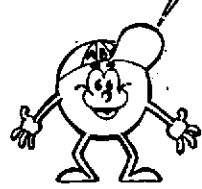

Fig.14
- FIG. 14 - Algumas representações dos blocos integrados DIGITAIS ou LÓGICOS mais comuns (existem muitos outros, que veremos quando chegar a hora...). Tratam-se de **gates** ou **portas** digitais, intensamente usadas nos circuitos de computadores e aplicações congêneres. sempre lembrando que num bloco DIGITAL as manifestações são sempre "radicais", TUDO ou NADA, níveis nitidamente ALTOS ou BAIXOS de Tensão, vejamos, basicamente, o comportamento de cada um dos blocos/exemplo (detalhes apenas Vocês verão mais adiante, quando nosso "Curso" atingir o fascinante campo da Eletrônica Digital, daqui a alguns meses...).
- FIG. 14-A - Bloco lógico "E" (ou AND, em inglês). A saída S apenas ficará "alta" quando as Entradas E1 ou E2 forem excitadas com nível também "alto"...
- FIG. 14-B - Bloco lógico "OU" (OR, em inglês...). A saída S mostrará nível de Tensão "alto" quanto a Entrada E1 ou a Entrada E2 (ou ainda ambas...) for excitada por nível "alto"...
- FIG. 14-C - Bloco lógico "NÃO E" ou "NE" (NAND, em inglês...). A saída S apenas ficará "baixa", quando a Entrada E1 e a Entrada E2 ficarem ambas "altas", em termos de Tensão "radical"...
- FIG. 14-D - Bloco lógico "NÃO OU" ou "NOU" (NOR, em inglês...). A Saída S mostrará nível de Tensão "baixo" quando a Entrada E1 ou a Entrada E2 (ou ainda ambas...) forem excitadas por nível de Tensão "alto"...
- FIG. 14-E - Bloco lógico NÃO INVERSOR (buffer). "Aparentemente" sem função, já que o nível de Tensão ("alto" ou "baixo") apresentado à Entrada E é
- FIG. 14-F - Bloco lógico INVERSOR (NOT). O nível "radical" de Tensão que aparece na Saída S é **contrário** ao apresentado à Entrada E ("alto" em E, "baixo" em S - "baixo" em E, alto em S...). Embora simples, a função é importante no desenvolvimento de circuitagens DIGITAIS, como veremos no futuro...